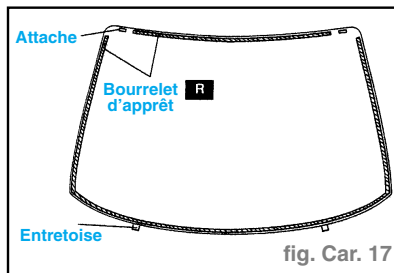

fig. Car. 17
- Retirer les entretoises. (fig. Car. 17)